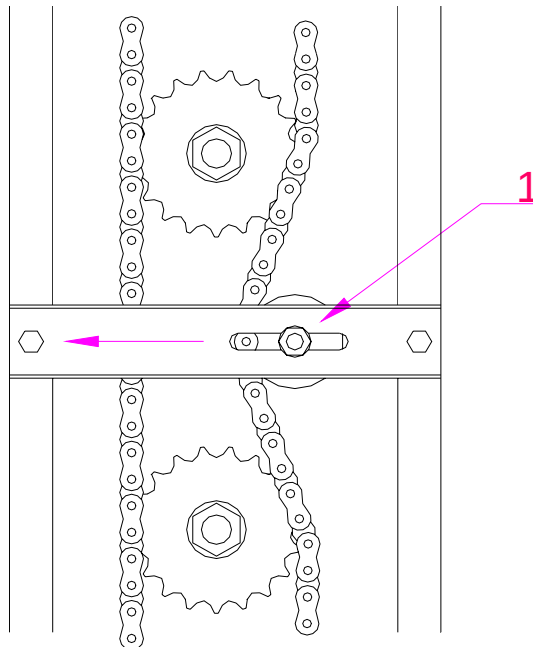

Fig.9
- Afloje ligeramente el tornillo (1) **fig.9** y desplace el tensor hacia su izquierda, vuelva a fijar el tensor apretando el tornillo (1) cuando la cadena esté tensada.